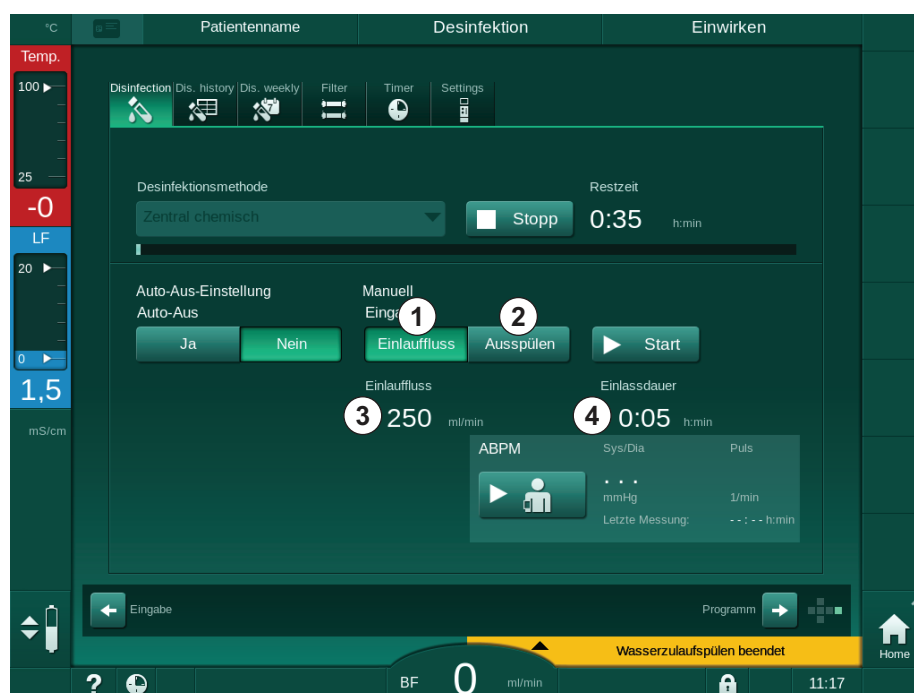

Abb. 7-11 Zentrale manuelle chemische Desinfektion
Im ersten Teil dieser Desinfektionsmethode wird Desinfektionsmittel aus der zentralen Wasserversorgung entnommen und durch das Gerät gepumpt (Abb. 7-11, ①). Einlassfluss ③ und Einlassdauer ④ sind in den *Anwender-einstellungen* voreingestellt. Der Einlass wird gestoppt, nachdem die eingestellte Zeit abgelaufen ist.